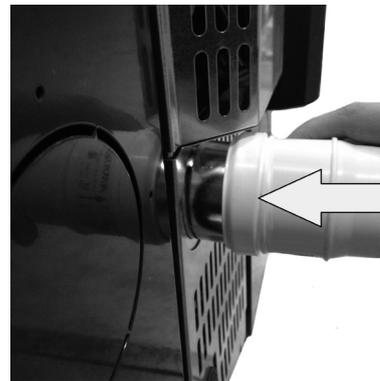

Fig. 14 - Fase 3
- Inserire il tubo femmina \varnothing 6 cm (vedi **Fig. 14**).